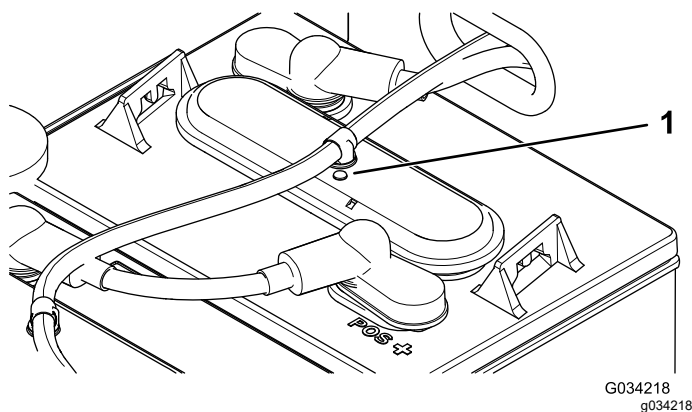

Рисунок 37
3. Проверьте смотровые отверстия на каждом аккумуляторе, чтобы определить их цвет (черный или белый) (Рисунок 37).